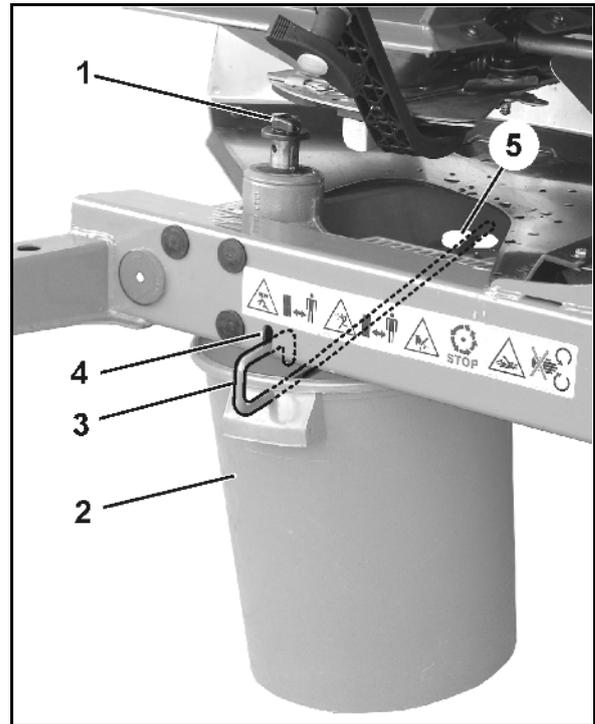

図 60
2. 蝶ナット (図 60/2) を外します。
3. 必要なシャッター位置を目盛り (図 60/3) で探します。
4. 設定レバー表示器 (図 60/5) の読み取りエッジ (図 60/4) を目盛りの値に設定します。
5. 蝶ナット (図 60/2) を再び締め付けます。